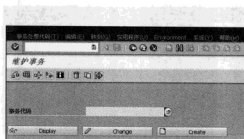

图 14-15 “维护事务”界面
STEP 1 在菜单栏选择“工具→ABAP 工作台→开发→其他工具→事务”选项，或者直接在命令栏中输入“SE93”命令，弹出“维护事务”界面，如图 14-15 所示。